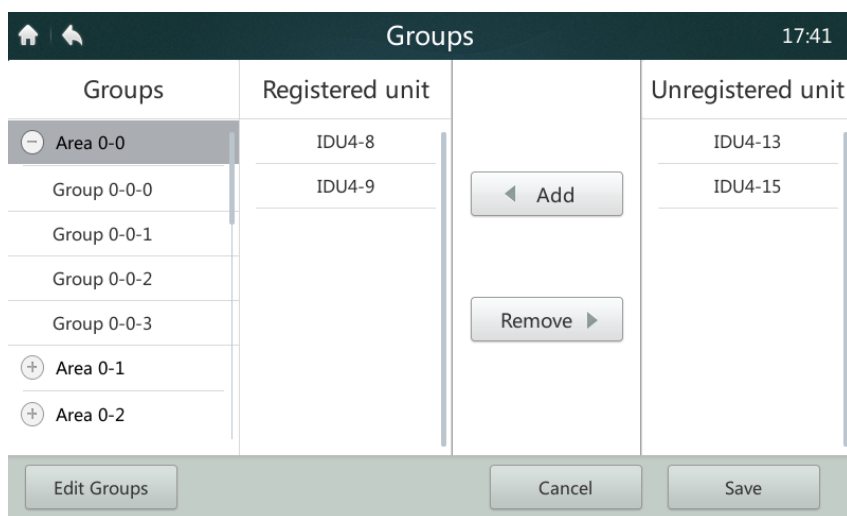

Figura 40: Home page 2 della pagina Groups (Gruppi)
- L’utente deve prima creare i gruppi. Dopo aver creato i gruppi, verrà visualizzata la pagina dell’elenco dei gruppi come mostrato in figura 40.
- Sul lato sinistro della pagina selezionare un gruppo per aggiungere o cancellare le unità interne, come mostrato nella figura 40.
- Sul lato destro della pagina selezionare un'unità dall'elenco dei dispositivi non raggruppati, come mostrato nella figura 40. Toccare il pulsante “Add” (Aggiungere) per aggiungere l’unità nel gruppo selezionato. Il dispositivo viene visualizzato nell’elenco dei dispositivi raggruppati.